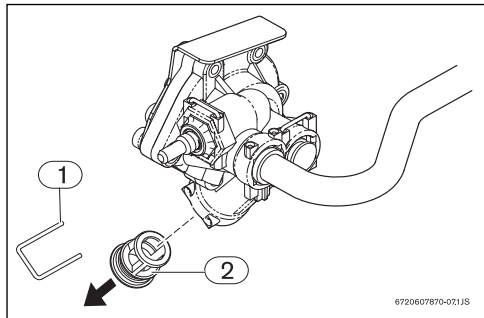

Fig. 11 Purga
- ▶ Retirar o freio de fixação do casquilho do filtro (Fig. 11, [1]) situado no automático de água.
- ▶ Retirar o casquilho do filtro (Fig. 11, [2]) do automático de água.